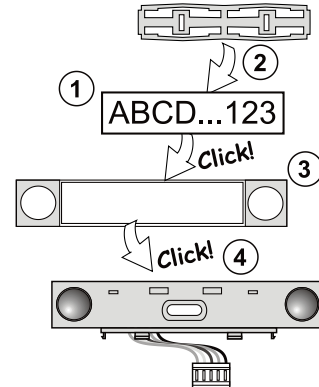

Abbildung 3: Einfügen eines Etiketts in ein Bedienssegment
- Verbinden Sie die Drähte der Segmente mit dem internen Anschluss des Moduls (5).
- Wenn das Gerät eingeschaltet ist, beginnt die gelb hinterleuchtete Aktivierungstaste (3) wiederholt zu blinken, um anzuzeigen, dass das Modul nicht dem System zugeordnet wurde.
- Drücken Sie die beleuchtete Aktivierungstaste (3) - das Zugangsmodul ist also zugeordnet, und die gelbe LED-Leuchte erlischt.
- Wenn Sie die Installation abgeschlossen haben, kleben Sie die beschreibenden Etiketten auf die transparenten Deckel der Segmente und schließen Sie diese, siehe Abbildung 3. Der Druck der Etiketten ist Bestandteil der F-Link Software (Registerkarte Komponentenliste, an der Position des Moduls - **Interne Einstellungen**).